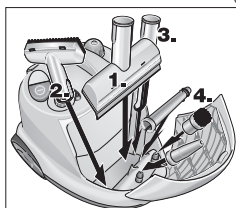

Fig. 9: Vano accessori
- Collocare bocchetta manuale, tergovetri per finestre, ugello a getto concentrato e i piccoli accessori nel vano accessori (si veda la fig. 9).